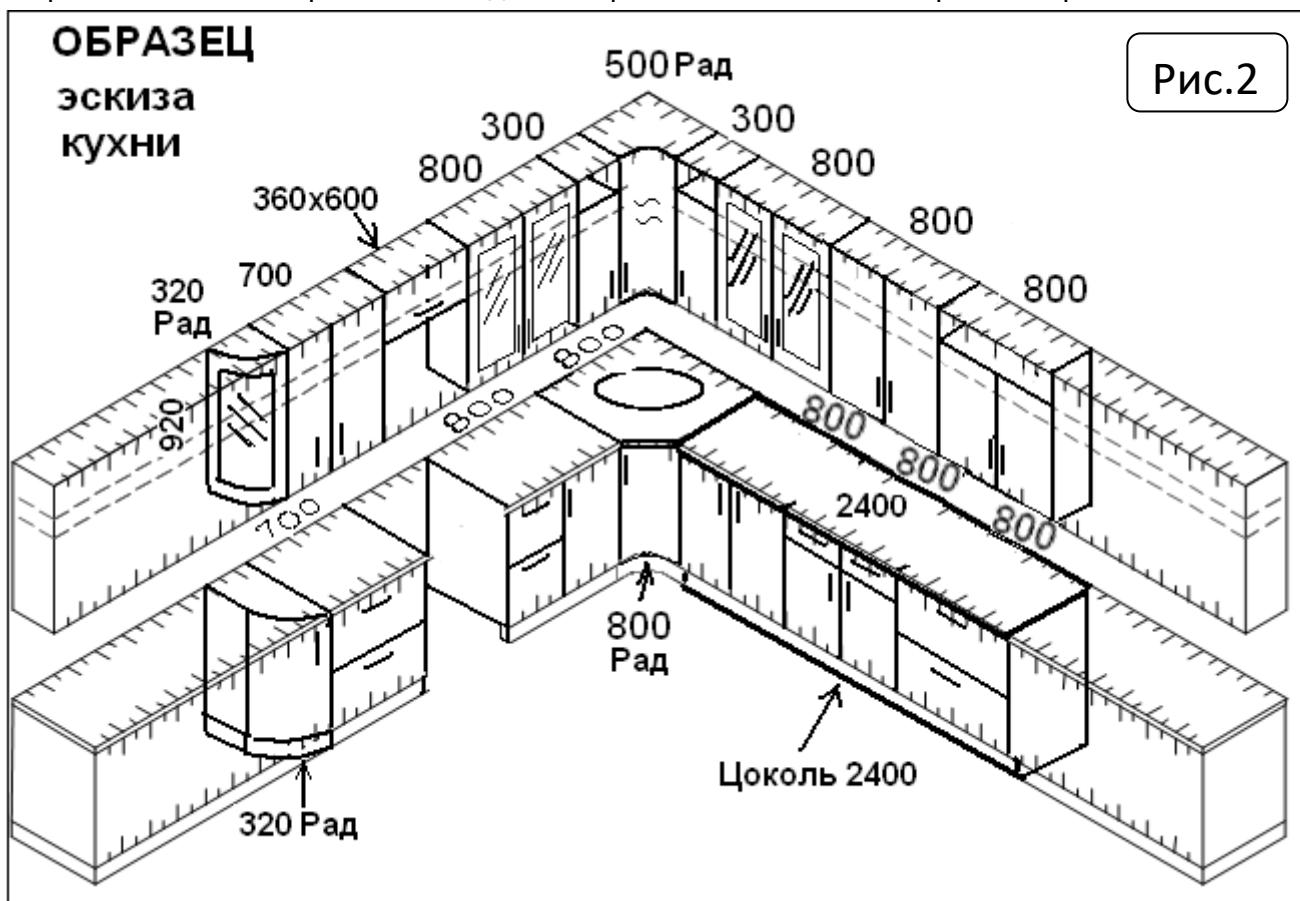

Рис.2
10.2.2. Рисование набора удобнее всего начинать с угла, если набор содержит угловые позиции столов и шкафов. Если набор прямолинейный, начинать рекомендуем от базовой стороны (стены). Рис.2